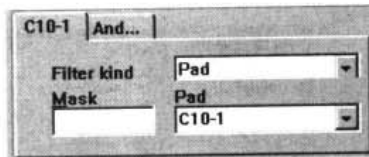

图 10-75 规则范围设置为指定的焊盘
- **Pad:** 指定焊盘。选择此项后, 规则适用范围为指定的焊盘, 可在 Pad 下拉列表中选择焊盘名称, 如图 10-75 所示。